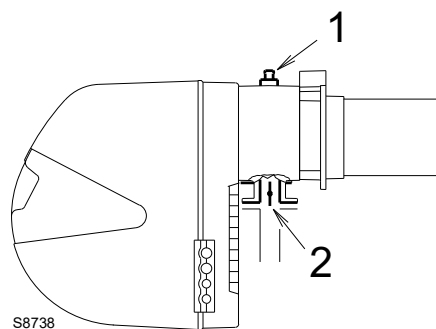

Fig. 24
Pression gaz mesurée à la prise 1)(Fig. 24), avec:
Perte de charge du papillon à gaz 2)(Fig. 24) avec ouverture maximale: 90°.
- soustraire de la pression du gaz à la prise 1)(Fig. 24) la pression chambre de combustion.
Pression du gaz à la prise 1)(Fig. 24) = 10,4 mbar
Par contre, pour connaître la pression du gaz nécessaire à la prise 1)(Fig. 24), après avoir fixé la puissance maximale de fonctionnement du brûleur:
- Lire la pression à la prise 1)(Fig. 24) sur la droite, colonne 1.
pression nécessaire à la prise 1)(Fig. 24).